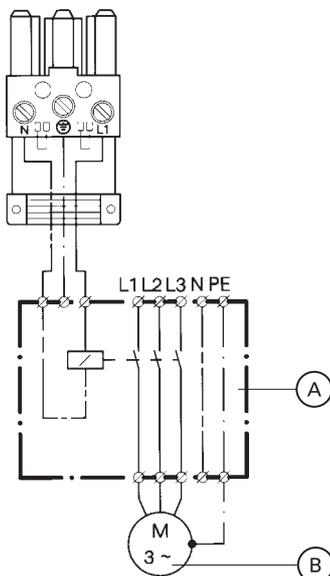

Abb. 10
1. Anschluss von Pumpe, Schütz und Steckverbinder nach Abb. 10 vornehmen.